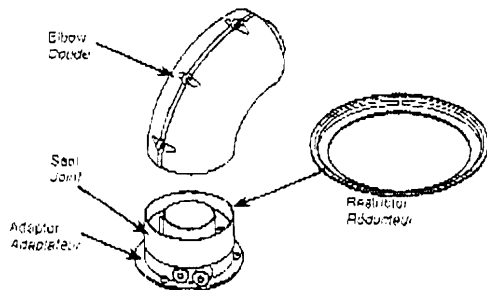

Fig. 5
**IMPORTANT:** If the equivalent flue length is greater than 1.5m the restrictor **MUST** be removed from the adaptor (Fig. 5).
**IMPORTANT :** si la longueur équivalente du conduit des fumées est supérieure à 1,5 mètre, **IL FAUT** retirer le réducteur de l'adaptateur (Fig. 5).
7. Take one of the rubber seals and position it on the boiler flue adaptor. Engage the flue elbow on the adaptor and pull the sleeve up so that it equally covers the joint (Fig. 5).
7. Prendre l'un des joints en caoutchouc et le poser sur l'adaptateur de la chaudière. Brancher le coude sur l'adaptateur et pousser le manchon vers le haut de façon à couvrir uniformément le raccord (Fig. 5).